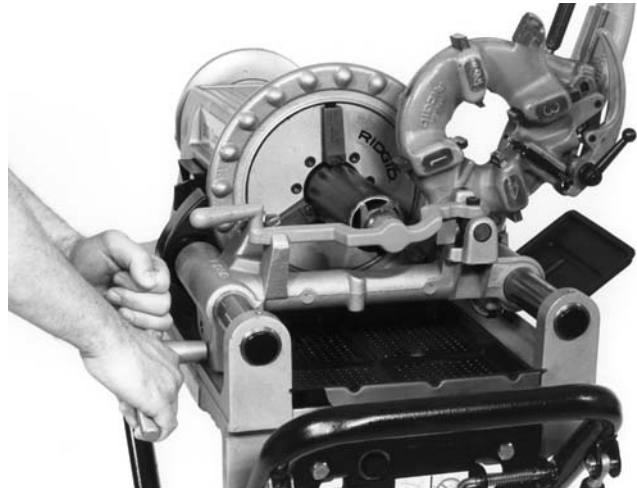

Figura 4 – Escariado de tubos con el escariador No. 344
3. Meta el escariador dentro del tubo y complete el escariado girando el volante (Figura 4).